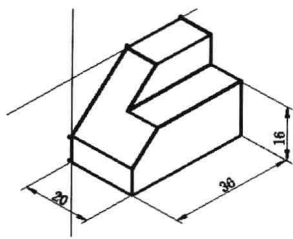

图 7-4-17
(13) 选择菜单命令“绘图/构造线”，绘制顶边和侧边的延伸线，如图7-4-17所示。